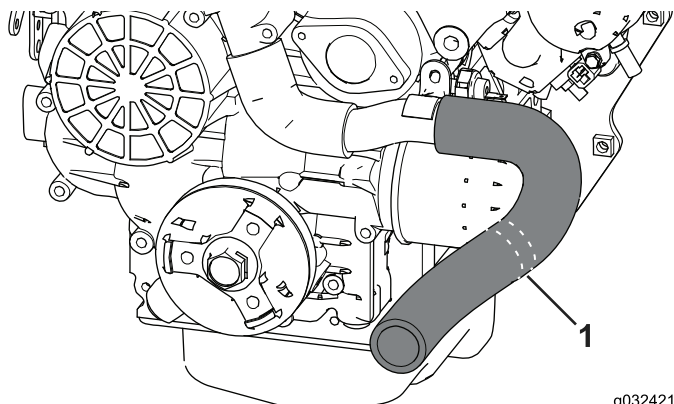

Figure 12
1. Localisez et déposez le flexible de radiateur (Figure 12).
2. À l'aide d'un outil de coupe, coupez le flexible de radiateur au niveau des traits (Figure 12).